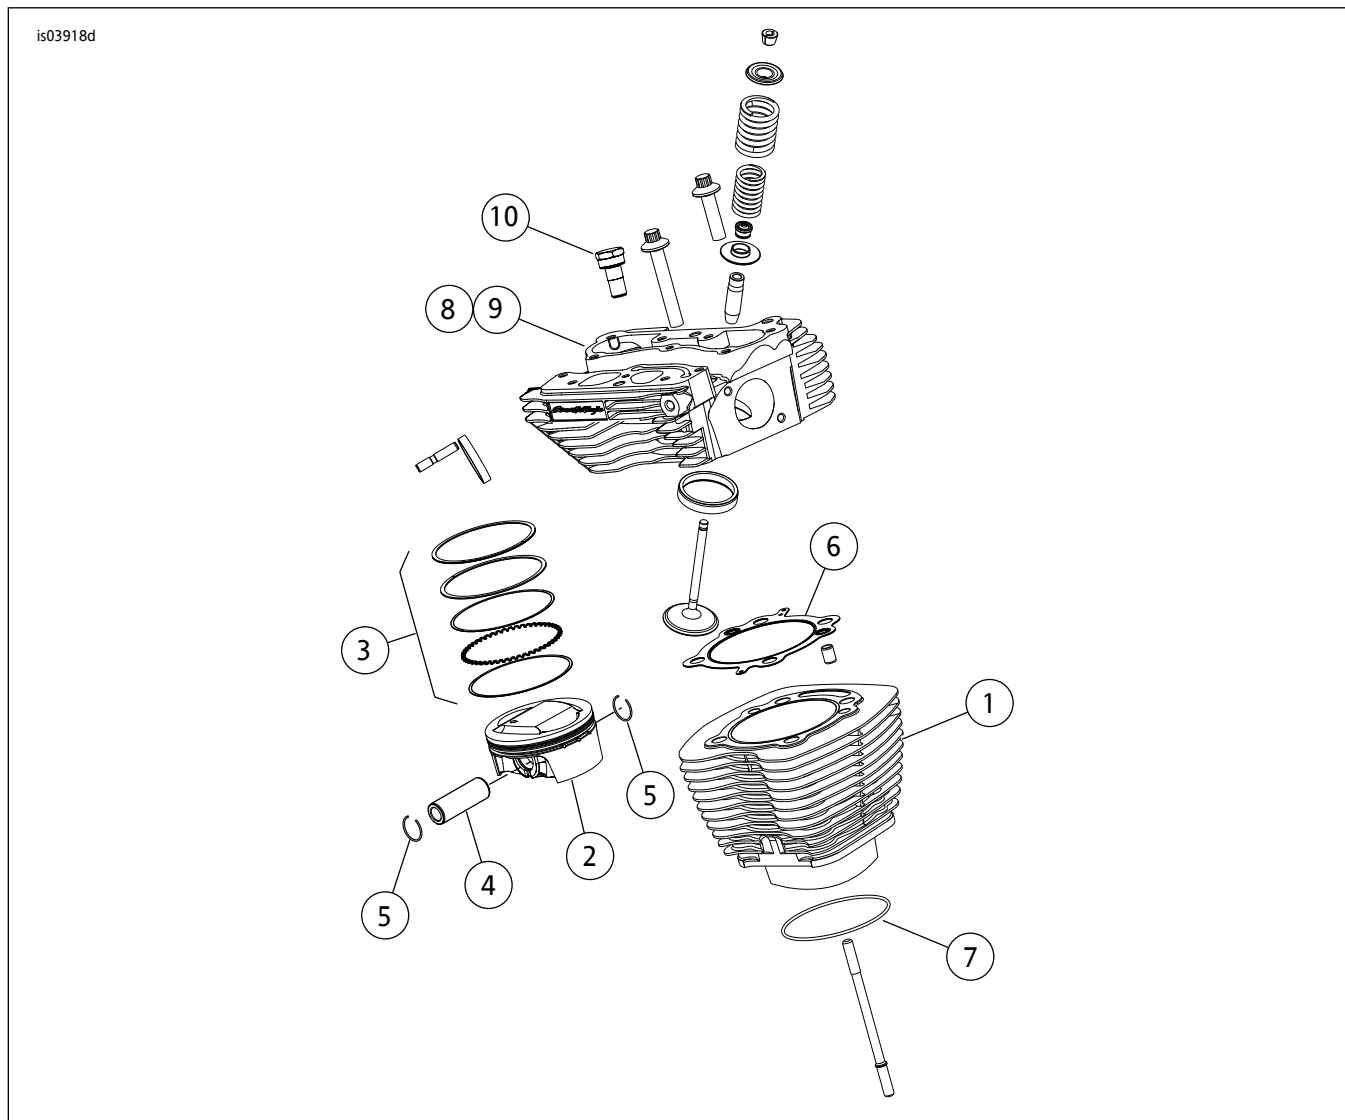
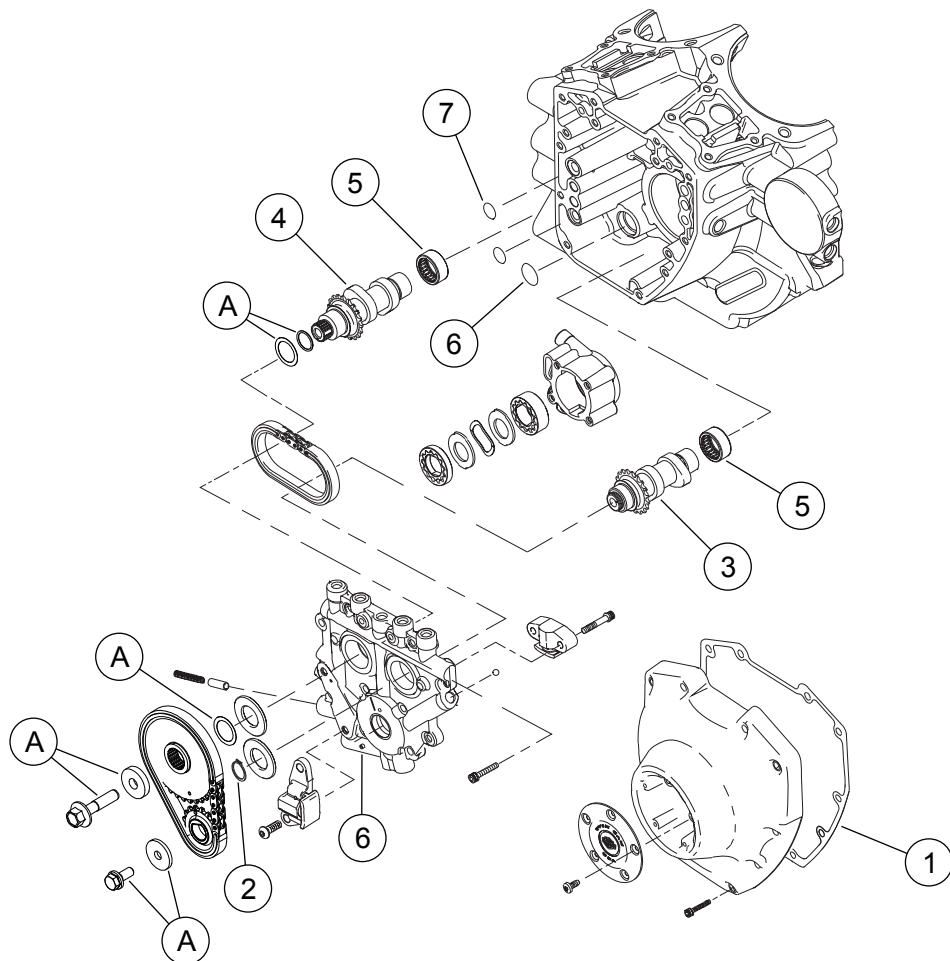

图1。维修零件：Screamin' Eagle Pro TC 103 CI Stage 4 套件
图3。维修零件：Screamin' Eagle Pro TC 103 CI Stage 4 套件
参见图1至图3以及表1至表3。
1. 参见图3。检查凸轮轴滚针轴承(5)并在必要时更换。
2. 参见图1至图3。使用套件中的零件,将凸轮组装至凸轮盘、高性能汽缸头和发动机顶端部件。参阅维修手册中相应的“发动机”章节。